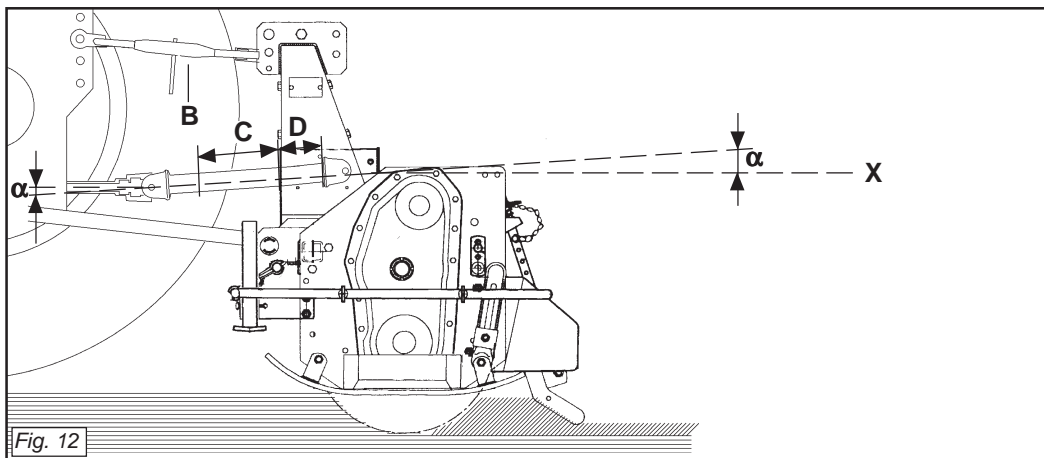
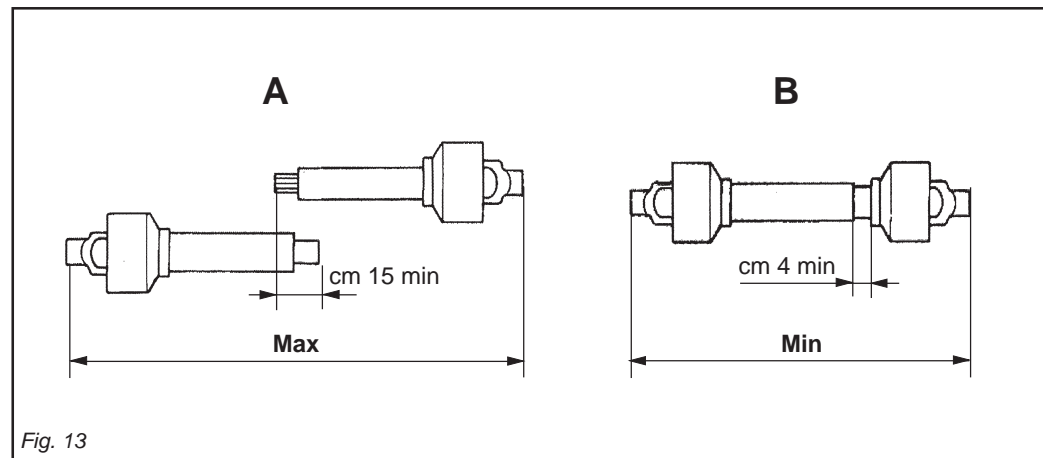

Fig. 12
Fig. 13
Per fare ciò aumentare o diminuire la lunghezza della barra superiore dell'attacco (B Fig. 12) in modo da portare l'asse (X Fig. 12) della ghiera scanalata della scatola parallela al suolo.
- I due angoli ( $\alpha$  Fig. 12) formati dalle assi delle forcelle e l'asse dei tubi scorrevoli saranno uguali e non dovranno superare i 10°.
- La copertura (C Fig. 12) dei tubi scorrevoli deve essere di 15 cm minimo (Fig. 13).
- I due tubi dell'albero di trasmissione a cardano non si devono ricoprire completamente, una corsa di sicurezza (D Fig. 12) di 4 cm minimo deve sussistere.
*To achieve this, increase or decrease the length of the top bar of the hitch (B Fig. 12) so as to set the axis (X Fig. 12) of the housing's grooved ring nut parallel to the ground.*
- *The two angles ( $\alpha$  Fig. 12) formed by the fork axes and the axis of the sliding tubes will be equal and must not exceed 10°.*
- *The sliding tubes (C Fig. 12) must overlap by at least 15 cm (Fig. 13).*
- *The two tubes of the driveline shaft must not fully overlap. There must always be a safety travel (D Fig. 12) of at least 4 cm.*
Um dies zu erhalten, die Länge der oberen Kupplungsstange (B Abb. 12) erhöhen oder verringern, bis die Achse (X Abb. 12) der Keilmutter des Gehäuses parallel zum Boden steht.
- Die beiden Winkel ( $\alpha$  Abb. 12), die aus den Achsen der Gabeln und der Achse der Gleitrohre bestehen, müssen gleich groß sein und dürfen auf keinen Fall größer als 10° sein.
- Die Überdeckung (C Abb. 12) der Gleitrohre muss mindestens 15 cm ausmachen (Abb. 13).
- Die beiden Rohre der Gelenkwelle dürfen sich nicht ganz überdecken. Es muss noch einen Sicherheitshub (D Abb. 12) von mindestens 4 cm geben.
*L'attelage est correct quand dans la position de travail la machine est horizontale. Pour obtenir cette condition augmenter ou diminuer la longueur de la barre supérieure de l'attelage (B Fig. 12) de manière à ce que l'axe (X Fig. 12) de la bague cannelé de la boîte soit parallèle au sol.*
- *Les deux angles ( $\alpha$  Fig. 12) formés par les axes des fourches et l'axe des tubes coulissants doivent être identiques et ne doivent pas dépasser 10°.*
- *La couverture (C Fig. 12) des tubes coulissants doit être au minimum de 15 mm (Fig. 13).*
- *Les deux tubes de l'arbre de transmission à cardans ne doivent pas se recouvrir complètement, il doit rester une course de sécurité (D Fig. 12) de 4 cm au minimum.*
Para ello aumentar o disminuir la longitud de la barra superior del enganche (B Fig. 12) en modo de llevar el eje (X Fig. 12) de la tuerca ranurada de la caja paralela al terreno.
- Los dos ángulos ( $\alpha$  Fig. 12) formados por los ejes de las horquillas y el eje de los tubos corredizos serán iguales y deberán superar los 10°.
- La cobertura (C Fig. 12) de los tubos corredizos debe ser como mínimo de 15 cm (Fig. 13).
- Los dos tubos del árbol de transmisión de cardán no se deben cubrir completamente, debe quedar una carrera de seguridad (D Fig. 12) de 4 cm como mínimo.
- Gli angoli ( $\alpha$  Fig. 12) dei cardani non devono essere superiori a 40° (Fig. 12). Se non si raggiungono questi due risultati:
Quando esso è inserito al massimo, il gioco minimo consentito deve essere di 4 cm. (Fig. 13).
- The angles ( $\alpha$  Fig. 12) of the drivelines must not exceed 40° (Fig. 12).
When fully inserted, the minimum play must be 4 cm. (Fig. 13).
- Die Winkel ( $\alpha$  Abb. 12) der Gelenkwellen dürfen nicht größer als 40° sein (Abb. 12).